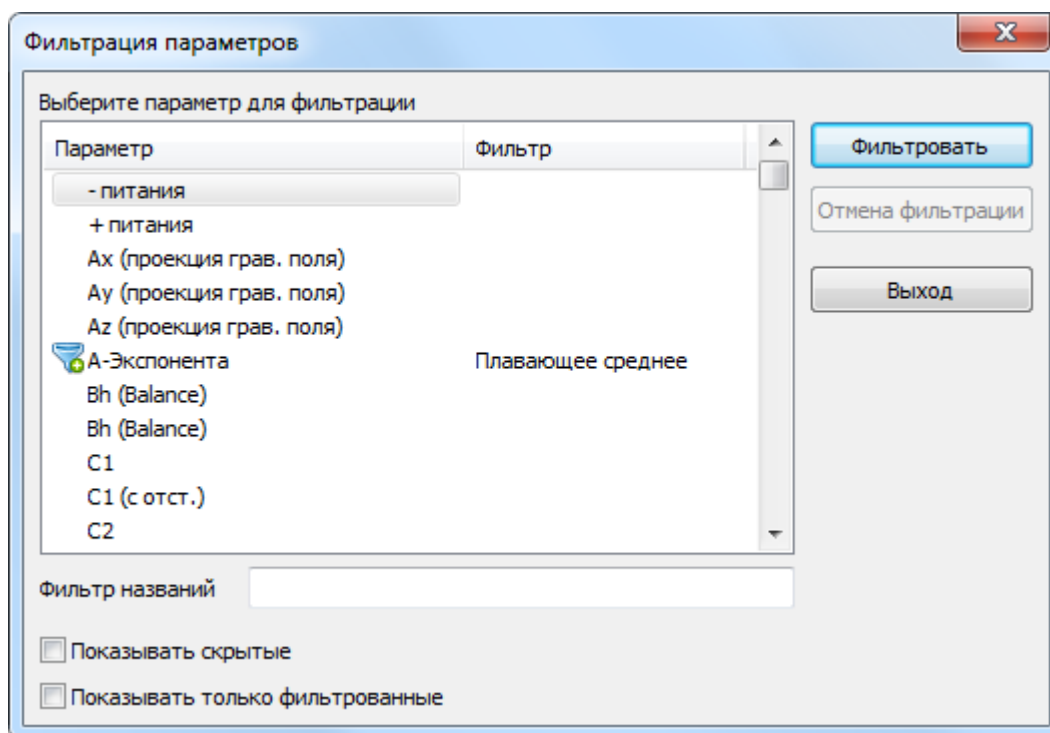

Рисунок 220. Фильтрация параметров
- Выберите параметр в диалоге "Фильтрация параметров" (Рис. 220) и нажмите кнопку **Отмена фильтрации**.